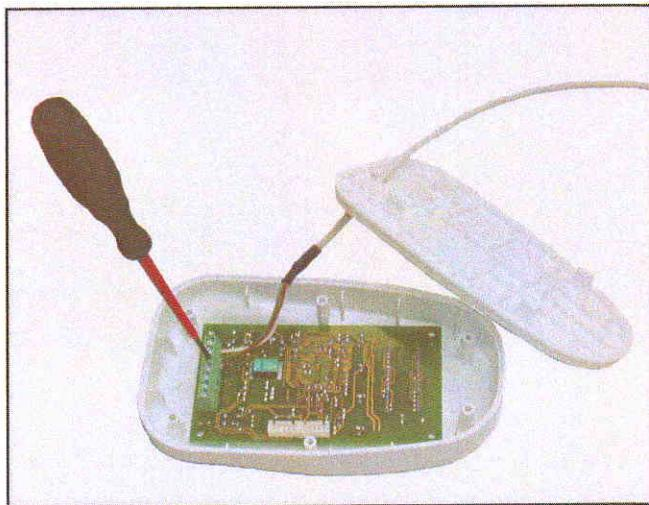

Fig. 1.3.1.b
- FASTGØR pladen fra fjernbetjeningen på kølerums væg med skruer(Fig. 1.3.1.a).